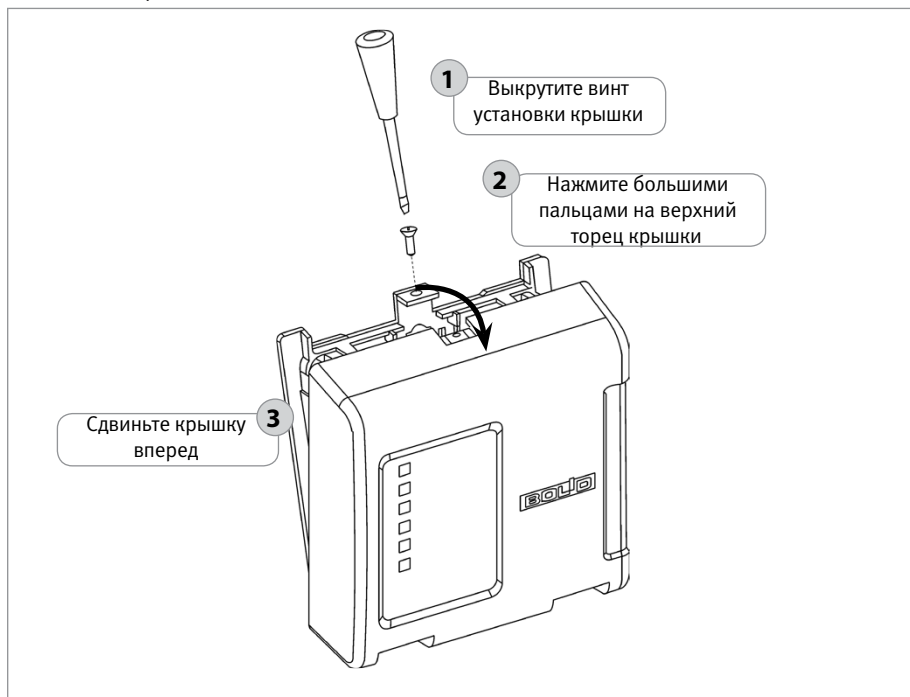

Рисунок 27. Снятие крышки прибора
- 2.3. Снимите крышку прибора в порядке, указанном на Рисунок 27.
- 3.3. Снимите крышку прибора в порядке, указанном на Рисунок 27.